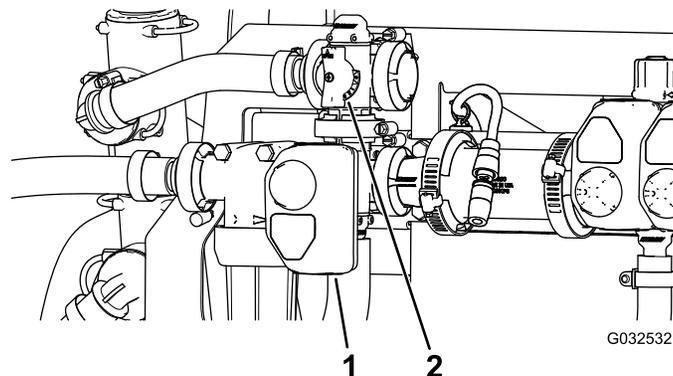

Figura 50
10. Ajuste la válvula de desvío de agitación (Figura 50), situada en la parte trasera de la válvula de agitación, hasta que la presión del sistema de fumigación sea de 689 kPa (100 psi).